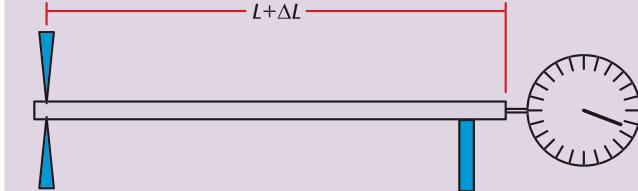

图 1: 测量装置示意图
我们所寻求的线性膨胀系数可以从经过原点的直线的梯度求出，如图1所示。分解公式 (3)，当温度升高时，结果证明 α 不再是常数，所以它并不依赖于温度，严格来说，这种情况发生在我们观察的温度，由于线性膨胀的测量值精确到 0.01 mm，通过精密分析可知，测量值不是完全线性的，尤其是铜，且它的线性膨胀系数随着温度的变化略有增加。